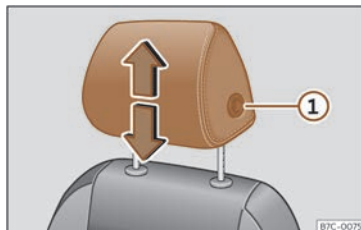
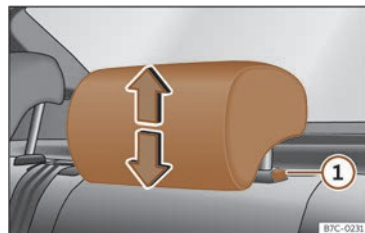

Fig. 70 Asento dianteiro: regulación do repousacabezas.
Fig. 71 Repousacabezas traseiro: axuste do repousacabezas.
- Agarre o repousacabezas coas dúas mans polos lados e puxe cara arriba ata que encaixe na posición desexada. Para baixalo, faga a mesma acción, premendo o botón lateral **1** >>> **fig. 70**, >>> **fig. 71**.